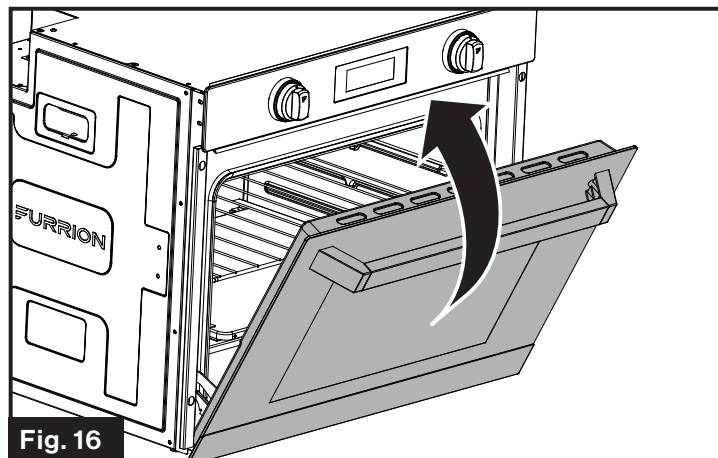

Fig. 16
4. Fermez hermétiquement la porte. (Fig. 16)